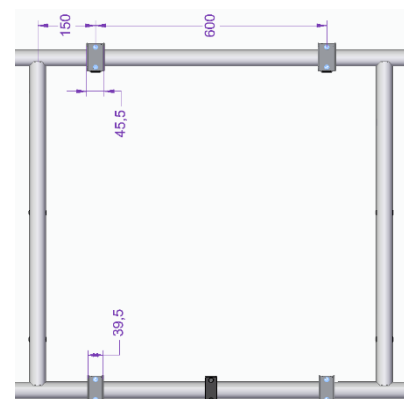

Abbildung 10
Montieren Sie nun die vier Halter zur Montage des Bike-Lifts (2) am Grundträger. Hierbei werden je zwei Halter (45,5mm breit) an der oberen und zwei Halter (39,5mm breit) an der unteren Querstrebe des Grundträgers befestigt. Die Montage muss mittig auf den Querrohren mit einem Abstand von 600mm erfolgen (Abb. 10).